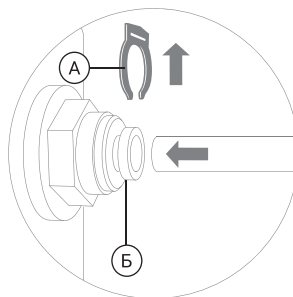

Рис. 10
- Отсоедините стопорную клипсу (А), затем вставьте до упора в фитинг трубку, продвигая ее через цанговое кольцо (Б) (рис. 10). Для герметизации соединения приложите дополнительное усилие, при этом трубка утопится еще примерно на 3 мм и будет плотно обжата резиновым кольцом.